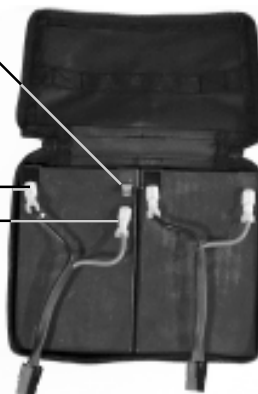

Figure 11B. Câbles des batteries
5. Débranchez la borne rouge (+) positive et la borne noire (-) négative en tirant doucement sur le connecteur. Voir la figure 11B.
1. Rebranchez les câbles (2) aux bornes de la batterie. Voir la figure 11B.